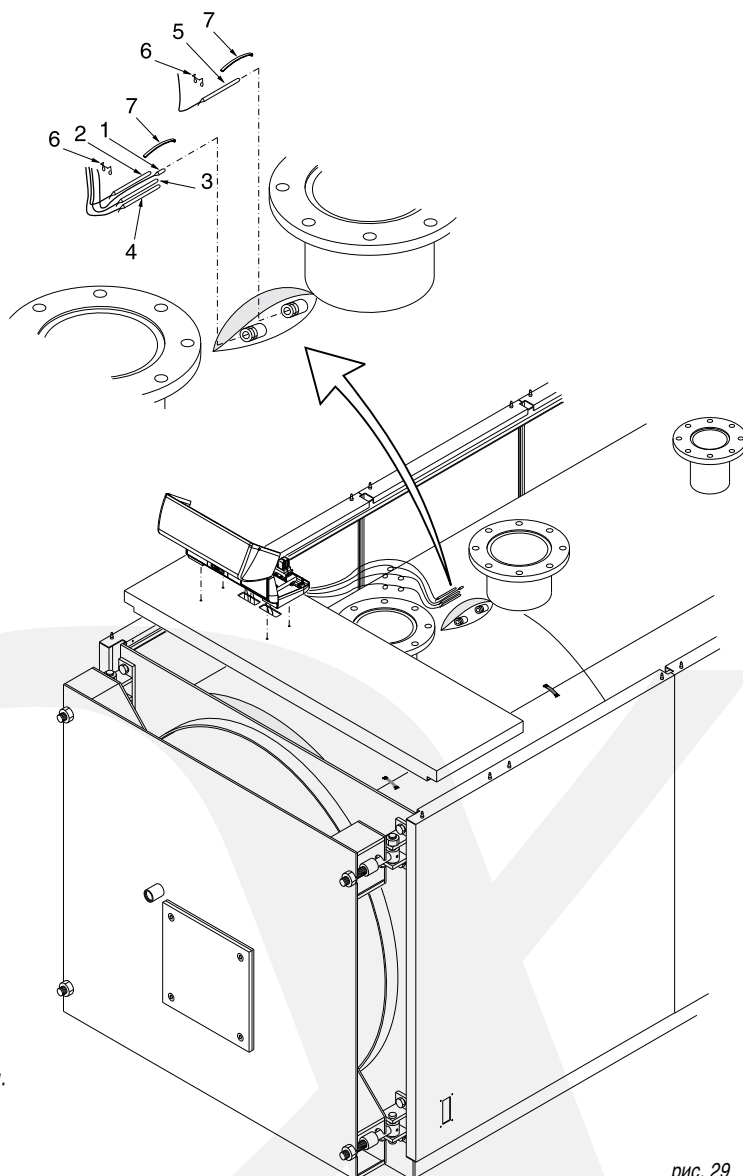

рис. 29
- F) Вставьте датчики приборов в манжеты, как показано на рис. 29 и подключите пульт управления к электропитанию, к горелке, насосам, и т.д. Закройте крышку панели управления.
- Е) Вставьте датчики приборов в манжеты, как показано на рис. 29 и подключите пульт управления к электропитанию, к горелке, насосу, и т.д. Закройте крышку панели управления. Проведите кабель горелки через зажимную панель проводов (поз. 5) со стороны его выхода и зафиксируйте кабель при помощи прилагаемого хомута. Зафиксируйте маленькие панели (поз. 5) на боковых панелях обшивки. С обратной стороны котла аккуратно соедините выходящие электрические кабели в связку при помощи прилагаемого зажима.
- E) Вставьте датчики приборов в манжеты, как показано на рис. 29 и подключите панель управления к электропитанию, к горелке, насосу, и т.д. Закройте крышку панели управления. Проведите кабель горелки через зажимную панель проводов (поз. 7) со стороны его выхода и зафиксируйте кабель при помощи прилагаемого хомута. Зафиксируйте маленькие панели (поз. 7) на боковых панелях обшивки. С обратной стороны котла аккуратно соедините выходящие электрические кабели в связку при помощи прилагаемого зажима.
Произведите установку датчиков в погружную гильзу, расположенную в верхней части котла (см. рис. 29) в следующей последовательности: